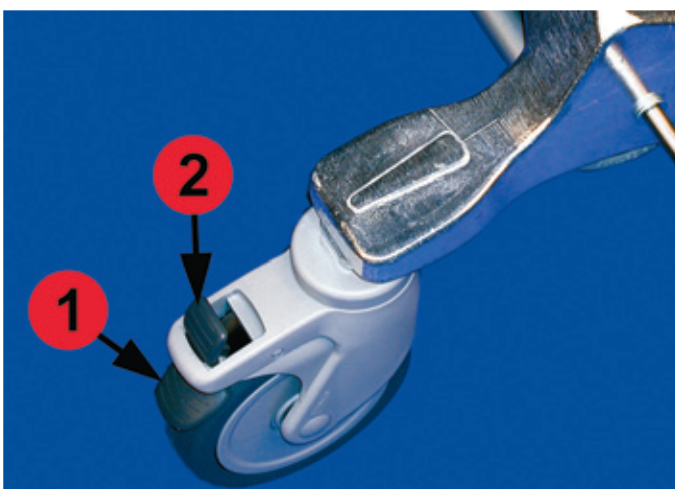

Bild 6
Hintere Lenkrollen (Bild 6) mit Feststellbremse für Best.-Nr. 4002 bzw. 4002-1
- Betätigen des unteren Bremshebels (Bild 6/1) stellt die Bremse fest, die Lenkrolle ist gebremst.
- Betätigen des oberen Bremshebels (Bild 6/2) löst die Bremse, die Lenkrolle ist ungebremst.